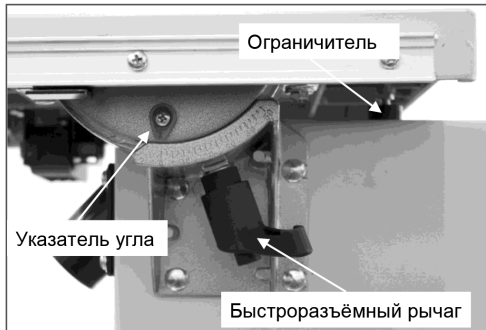

Рис. 21
- Ослабьте быстроразъемный рычаг и приведите рабочий стол в горизонтальное положение, чтобы он лёг на ограничительный болт (ограничитель) (рис. 21).
•С помощью крестовой отвёртки ослабьте положение указателя угла и зафиксируйте его в положении 0° (рис. 21).